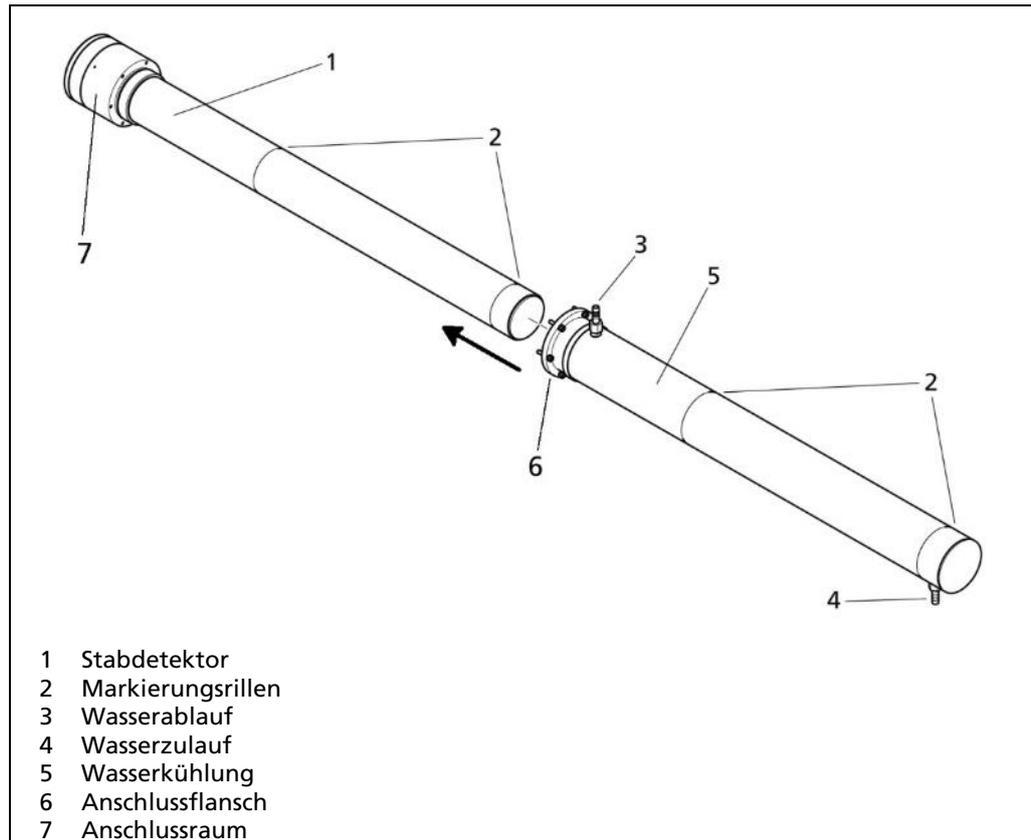

Abb. 61 Stabdetektor mit Wasserkühlung
1. Schieben Sie die Wasserkühlung (Abb. 61, Pos. 5) mit dem Anschlussflansch (Abb. 61, Pos. 6) voran in Richtung des Anschlussraums